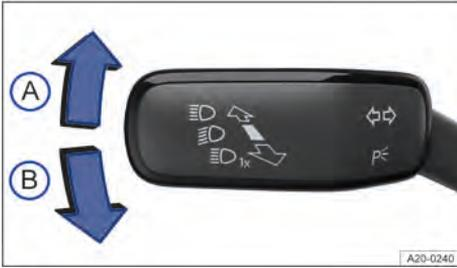

Fig. 71 En el lado izquierdo de la columna de dirección: palanca de los intermitentes y de la luz de carretera.
- Mueva la palanca de los intermitentes y de la luz de carretera desde la posición central a la posición deseada → fig. 71: